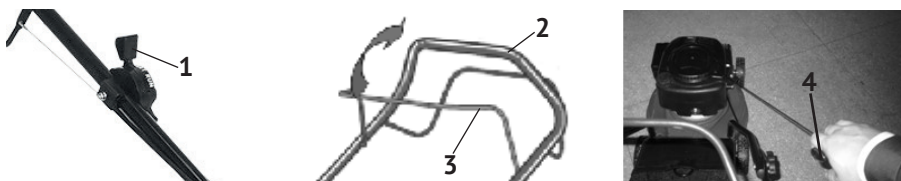

рис.10
7.1 Запуск/остановка двигателя (рис.10 и 11):
- установить рычаг дроссельной заслонки (рис.10 поз.1) в положение «MIN»;
- нажать и удерживать рычаг управления (рис.10 поз.3), как показано стрелкой на рис.10;
- медленно потяните за рукоятку стартера (рис.10 поз.4) до появления сопротивления, а затем резким движением вытяните трос на всю длину. Повторите действие ещё раз, если двигатель не завёлся;